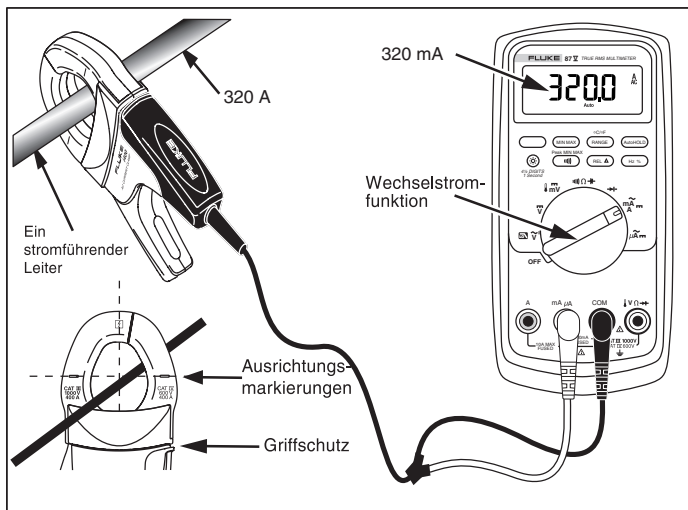

Abbildung 1. i400 Setup
- Die Stromzange nicht vor dem Griffschutz halten, siehe Abbildung 1.
Verwenden der i400 Stromzange (siehe Abbildung 1):
konzipiert, wenn der Leiter gemäß den Ausrichtungsmarkierungen auf den Backen zentriert ist, siehe Abbildung 1.
Zur Vermeidung von Stromschlag und Körperverletzungen die Finger stets hinter dem Griffschutz belassen, siehe Abbildung 1.